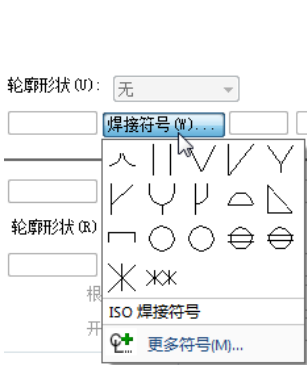

图 9-133 焊接符号选项
- 焊接符号：单击此按钮，弹出焊接符号选项，如图 9-133 所示，该选项中包含了常用的 ISO 焊接符号，选择【更多符号】选项，打开【符号图库】对话框，可选择其他类型的焊接符号。